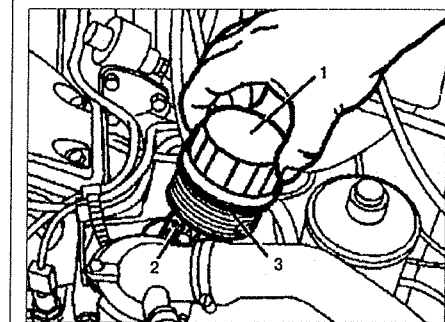

Рис. 1.16. Замена фильтрующего элемента на двигателе 111.
12. Открутите крышку 1 (см. рис. 1.16).
- Снимите переходники с свечей зажигания 4 (см.рис.1.16 б).
- Выкрутите свечи зажигания и вкрутите новые (см.рис.1.16 в). Используйте только рекомендованные свечи зажигания.